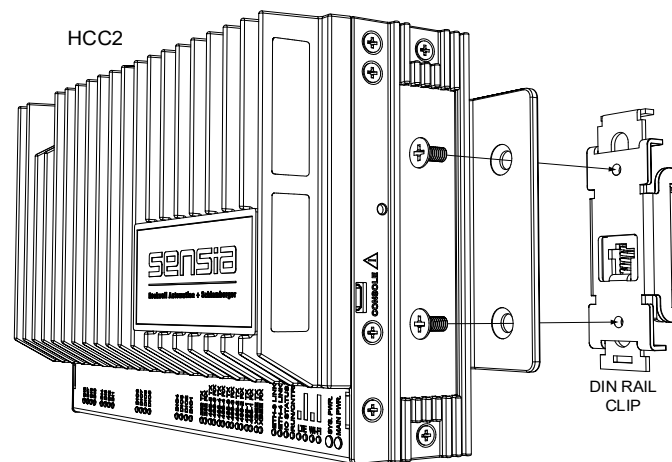

Figura 3.3 – Fijación del clip del riel DIN al HCC2
2. Fije cada clip de montaje del riel DIN al HCC2 utilizando dos tornillos de cabeza como se muestra en la Figura 3.3 (torsión recomendada: 1 Nm).